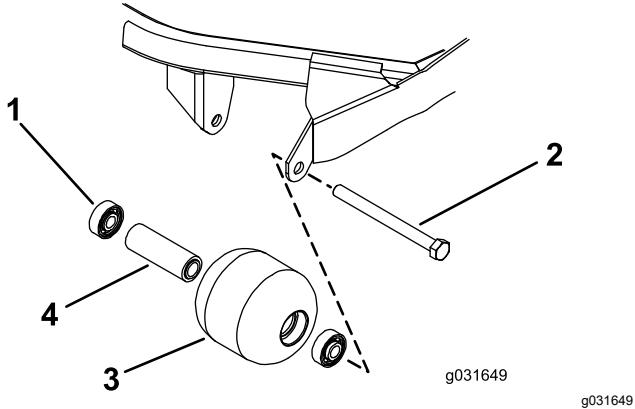

Figure 73
- Retirez le boulon de fixation du galet (Figure 73).
- Vérifiez l'état du logement de roulements, des roulements et de la douille d'écartement (Figure 73).
- En exerçant une pression uniquement sur la bague extérieure ou uniformément sur les bagues intérieure et extérieure, poussez le premier roulement dans le logement du galet (Figure 73).
- Insérez l'entretoise (Figure 73).
- En exerçant une pression uniquement sur la bague extérieure ou uniformément sur les bagues intérieure et extérieure, poussez le second roulement dans le logement du galet jusqu'à ce qu'il rencontre l'entretoise (Figure 73).